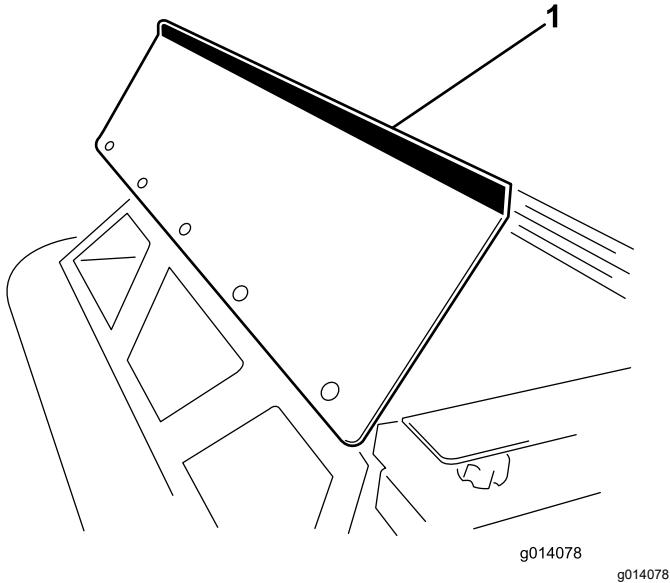

Figura 1
2. Fissate la protezione della tramoggia sulla parte anteriore della tramoggia spanditrice con 5 bulloni (1/4 x 5/8") e dadi flangiati (Figura 1).